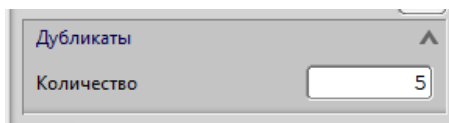

рис.23
- Если вы хотите разместить в проекте сборки *пять экземпляров* одной и той же детали, то в диалоговом окне «Добавить компонент», в поле «Дубликаты», в строке «Количество» нужно указать соответствующую цифру (рис.23).